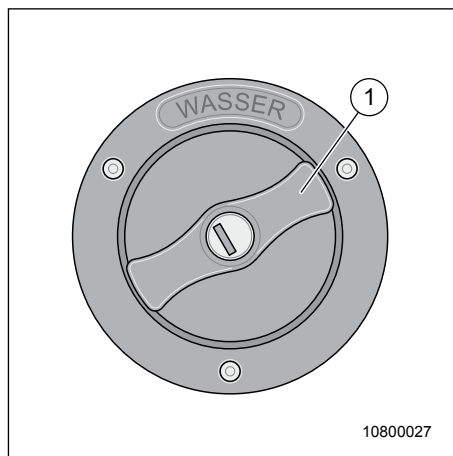

Fig. 57 Raccord de remplissage d'eau
Le réservoir d'eau se trouve du côté droit de votre van Malibu. Sur le raccord de remplissage d'eau (Fig. 57, pos. 1) le terme « Wasser » (eau) est inscrit. Le bouchon de fermeture s'ouvre et se ferme avec la clé de contact du véhicule.
1. Mettre la clé dans la serrure (Fig. 57, pos. 1) et la tourner un quart de tour dans le sens anti-horaire. Retirer la clé.
2. Mettre la clé dans le cylindre de serrure (Fig. 57, pos. 1) et tourner un quart de tour dans le sens horaire.
7. Fermer le raccord de remplissage d'eau (Fig. 57).